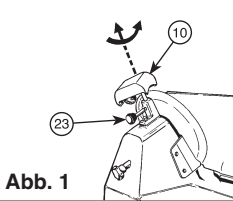

Abb. 1
- Darauf achten, dass der bewegliche Resthalter (2) geschlossen ist (Einstellrad (6) in Position "0").
- Lösen Sie den Sperrknopf (23) von der Schleifeinheit (10).
- Heben Sie die Schleifeinheit (10) an, drehen Sie sie um 180°, sodass sich beide Räder in Betriebsstellung befinden. Siehe Abb. 1
- Die Schleifeinheit (10) ablassen, bis sie einrastet.
- Die Einheit durch Drehen des Sperrknopfs (23) sichern.
- Einschalten (5).
- Taste (26) drücken und das Messer ca. 1 Minute lang laufen lassen. Sobald das Messer still steht, prüfen, ob sich eine raue Kante gebildet hat.
- Nach der Überprüfung ob sich ein Grat gebildet hat, schalten Sie das Gerät ein und drücken Sie die Taste (27) vorsichtig ca. 3 Sekunden lang, um den während des Schärfens gebildeten Grat zu entfernen.